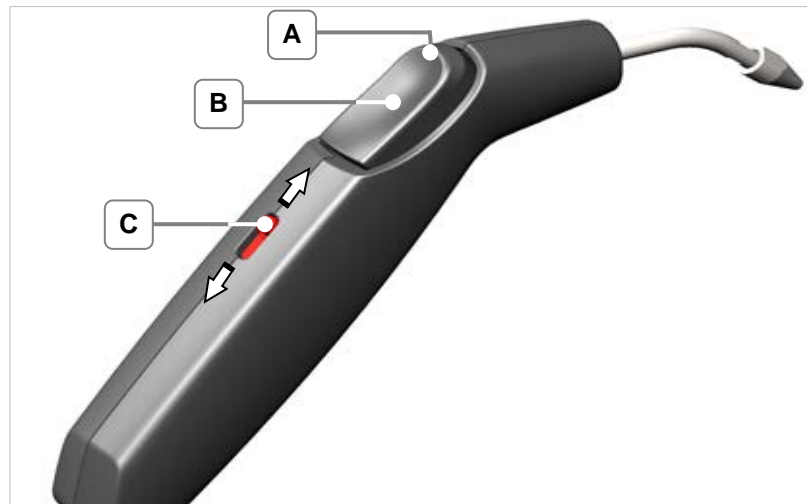

Fig. 6.1. Descripción del mango
2. Desbloquee la palanca de bloqueo (*Fig. 6.1.C*) en dirección de la manguera de vapor.
5. Bloquee la palanca de bloqueo (*Fig. 6.1.C*) en dirección de la tobera de vapor.